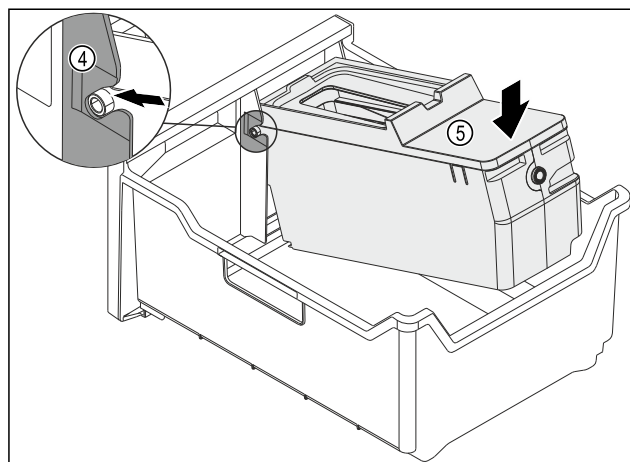

Fig. 124
- Montaż korpusu EasyTwist-Ice: Wsunąć osie korpusu EasyTwist-Ice w prowadnice Fig. 124 (4).
- Docisnąć korpus EasyTwist-Ice Fig. 124 (5) z tyłu do dołu.